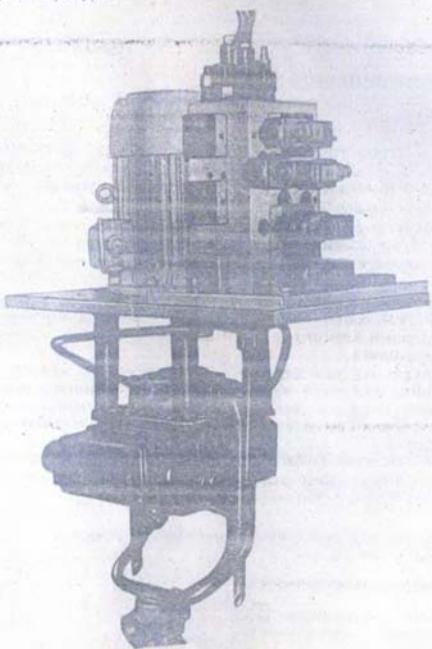

Рис. 1. Гидроагрегат модели 21П32В
1.1.1. Гидроагрегат модели 21П32В (рис. 1) предназначен для индивидуального привода рабочих органов одношестичных пресс-автоматов усилием 100 и 160 кН без гидроподушки-выталкивателя.